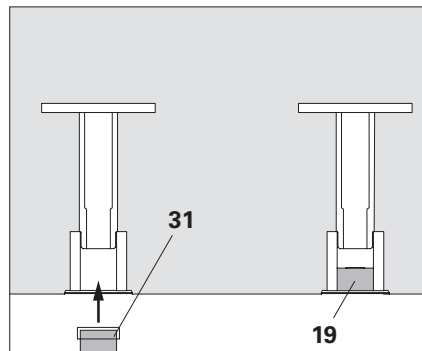
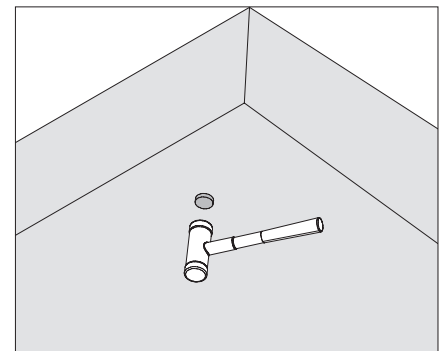

Fig. A5.14
Fig. A5.14a
5. Rimuovere con una spatola i residui di collante. (Fig. A5.14 + Fig. A5.14a)